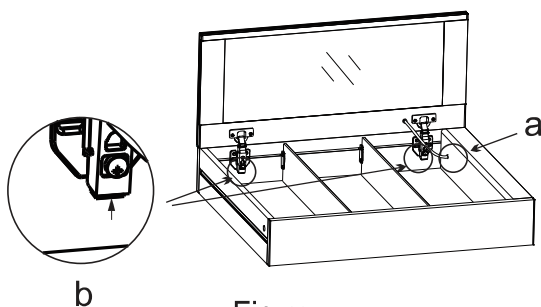

Fig.12
4.1.Desserrez l'écrou en plastique et retirez le fil (a), tenez la base des deux couvercles de charnière (b) et retirez la porte du miroir (fig.12).